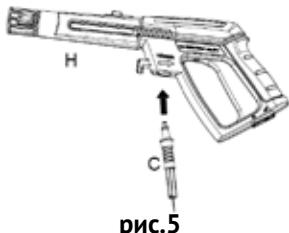

рис.5
7.1.4 Подключение шланга высокого давления к пистолету рис.5:
Подключите шланг высокого давления к пистолету, как показано на рис.5.